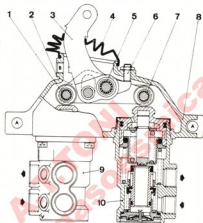

Fig. 11.3. - Válvula de accionamiento de los frenos
11.5 VÁLVULA DE ACCIONAMIENTO (Fig. 11.3)